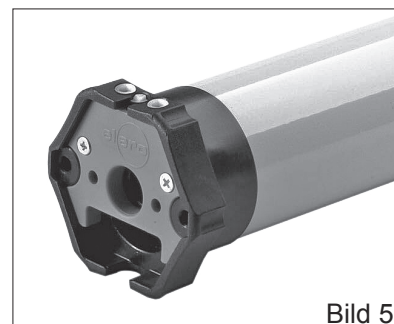

Bild 5
- 7.1.4 Am Motorkopf sind zwei Laufrichtungspfeile erkennbar. Durch Drehen an den Einstellrädern mit der mitgelieferten Stange kann die Endeinstellung des Motors und damit des Behanges verändert werden (Bild 5). Dabei gilt: